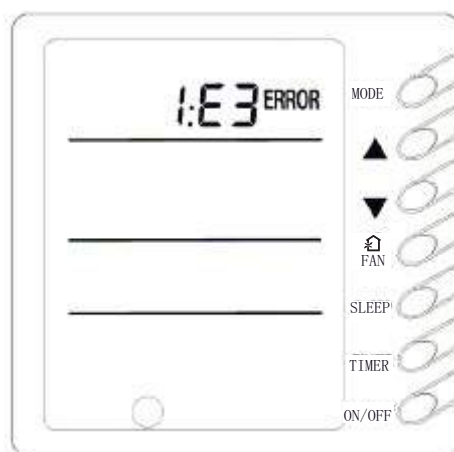

Рис.3.21
13. Индикация неисправностей (Рис.3.21)